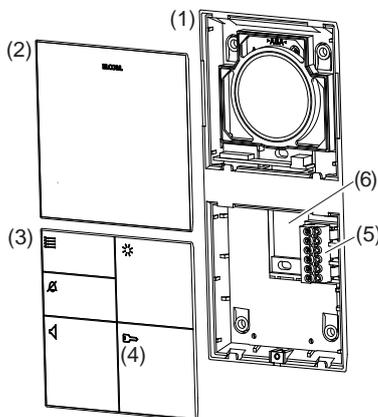

Bild 1: Geräteaufbau
- Abisolierte Leitung ins Gehäuse einführen (Bild 1, 6).